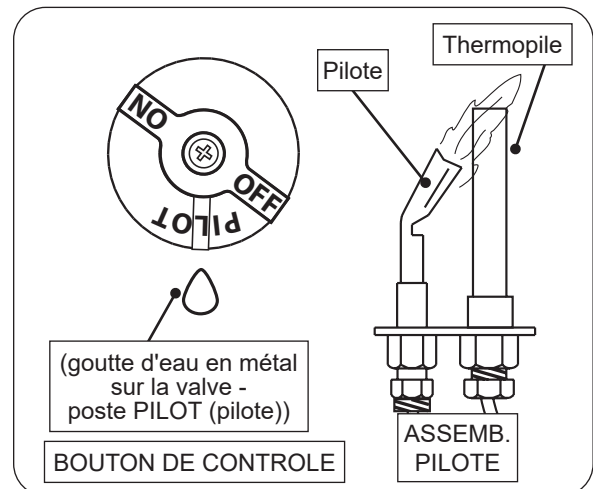

Fig. 47-1 Éclairage pilote
3. Localisez l'assemblage de la veilleuse sur le côté ou à l'arrière du bac du brûleur (voir Fig. 47-1).
4. Tournez le bouton de commande dans le sens antihoraire sur **PILOT** (pilote). Appuyez **fermement et complètement** sur le bouton de commande et maintenez-le enfoncé. Tenez une allumette allumée à longue tige / un briquet au butane à long cou près du thermopile pour allumer la veilleuse. Continuez à maintenir le bouton enfoncé pendant environ une (1) minute après l'allumage de la veilleuse. Relâchez le bouton et il ressortira. La veilleuse restera allumée. Voir la Fig. 47-1. S'il s'éteint, répétez les étapes 2 à 4.